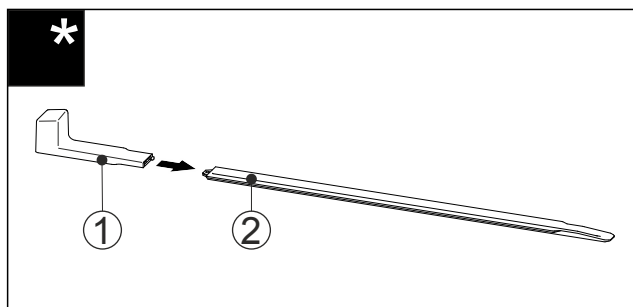

Fig. 59
- Sätt in monteringshandtaget Fig. 59 (1) i nivåskenan Fig. 59 (2).